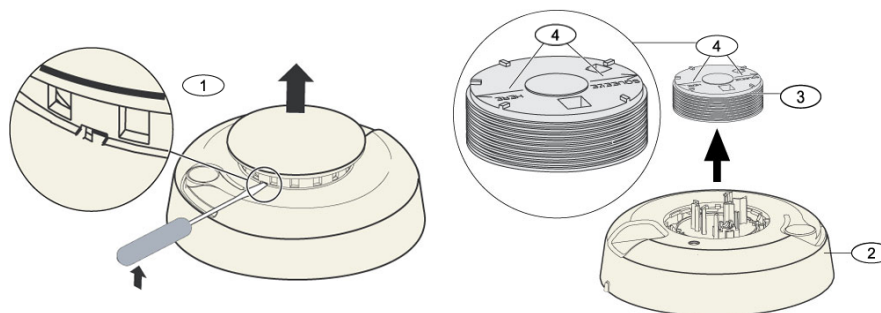

Figura 10.8 Retirar a Tampa e a Câmara do Detector
3. Faça deslizar uma chave de parafusos plana para dentro da ranhura da tampa do detector e empurre cuidadosamente para fazer saltar a tampa. Aperte a câmara óptica no local indicado e puxe-a para cima e para fora do detector. Consulte a *Figura 10.8* na *Página 114*.